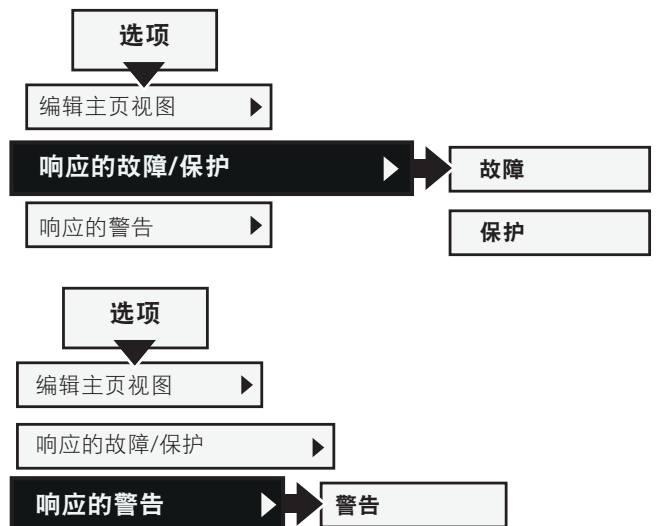

图 6.15
见图 6.15 中的 ③。
**信号最大值显示为** - 选择要显示在主页视图中的最大标度值。使用导航键更改值，然后按  “保存”以保存值。见图 6.15 中的 ③。
**显示单位** - 键入要显示在主页视图中的单位。您可以键入最多包含 10 个字符的单位。使用导航键更改字符。按  “保存”以保存主页视图的单位名称。见图 6.15 中的 ④。
要进行导航，请参见图 6.15。